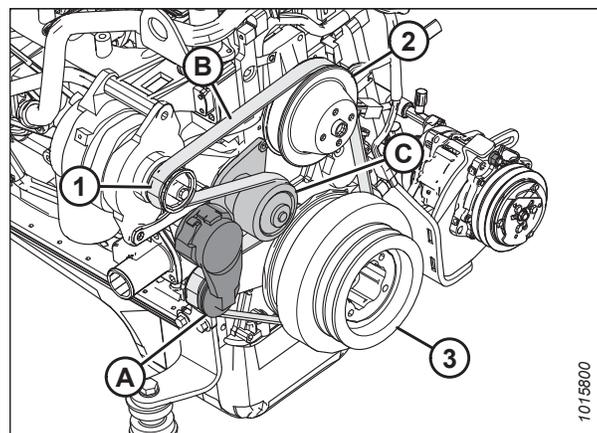

Figure 5.169: Courroie du moteur
5. Insérez l'extrémité d'une clé à cliquet d'entraînement de 1/2 po dans le tendeur de la courroie (A).
6. Tournez le tendeur dans le sens inverse des aiguilles d'une montre jusqu'à pouvoir enlever la courroie du ventilateur (B) de la poulie (C). Relâchez le tendeur et retirez la clé.
7. Retirez la courroie dans l'ordre 1, 2, 3, comme indiqué dans la figure 5.169, page 361.
8. Insérez l'extrémité d'une clé à cliquet d'entraînement de 1/2 po dans le tendeur de la courroie (A).
9. Tournez le tendeur dans le sens inverse des aiguilles d'une montre jusqu'à pouvoir enfiler la courroie (B) sur la poulie (C). Relâchez le tendeur et retirez la clé.
11. Installez les courroies du compresseur (C).
12. Écartez le compresseur (B) du moteur afin qu'une force de 45 N (10 lbf) dévie les courroies (C) de 5 mm (3/16 po) à mi-longueur.